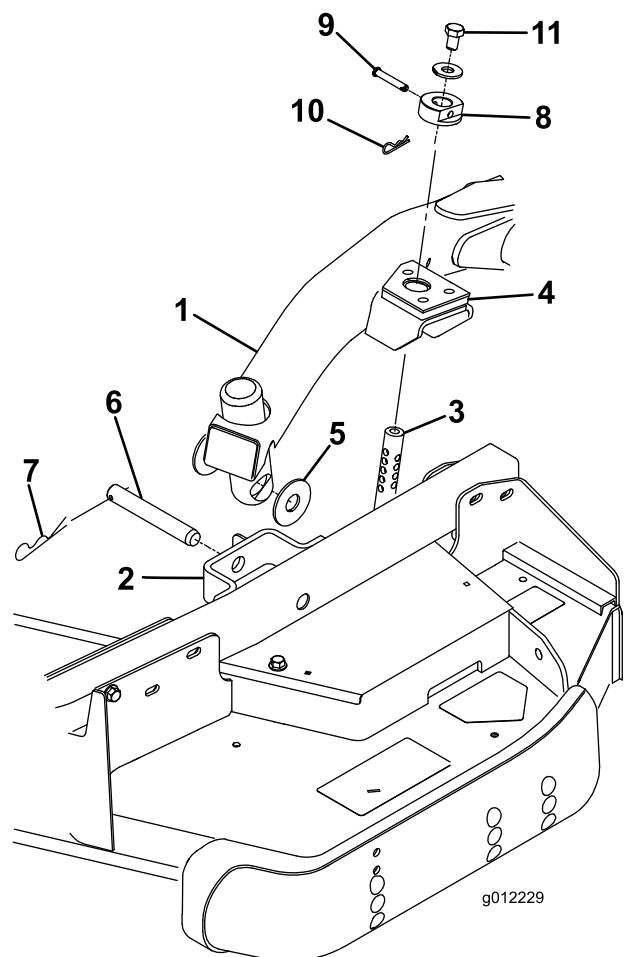

Figure 28
4. Placez le levier de relevage en position de flottement. Poussez un bras de relevage vers le bas jusqu'à ce que ses trous soient alignés sur ceux du support du bras pivotant. Il est alors possible d'introduire la tige de réglage de hauteur de coupe dans les patins du bras de levage (Figure 28).
5. Fixez le bras de relevage au bras pivotant avec (2) rondelles de butée, un axe de chape et une goupille fendue. Placez les rondelles de butée entre le bras de relevage et le support de bras pivotant (Figure 28). Insérez l'extrémité de la goupille fendue dans la fente de la patte du bras pivotant pour retenir la goupille fendue.
axes de chape et les goupilles fendues (Figure 28). La tête de l'axe de chape doit être dirigée vers l'avant du plateau.
- Montez un boulon 1/2 x 3/4" et une rondelle sur chaque tige de réglage de hauteur de coupe (Figure 28).